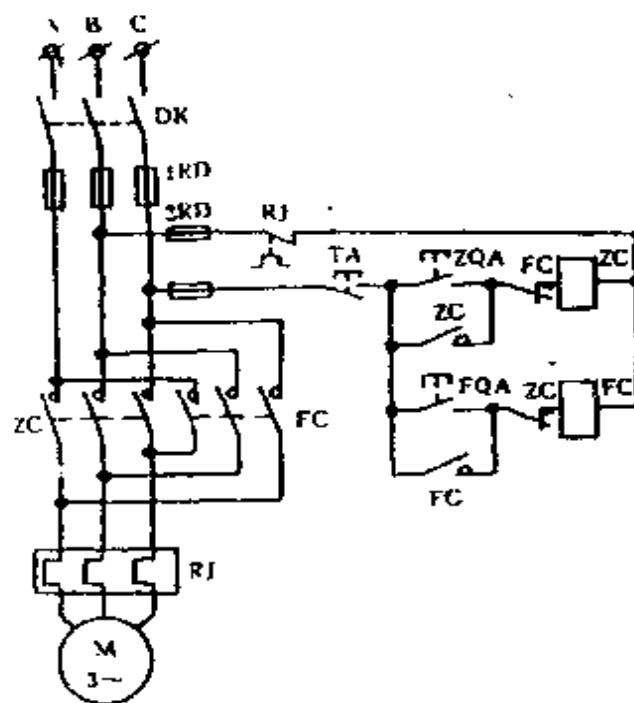
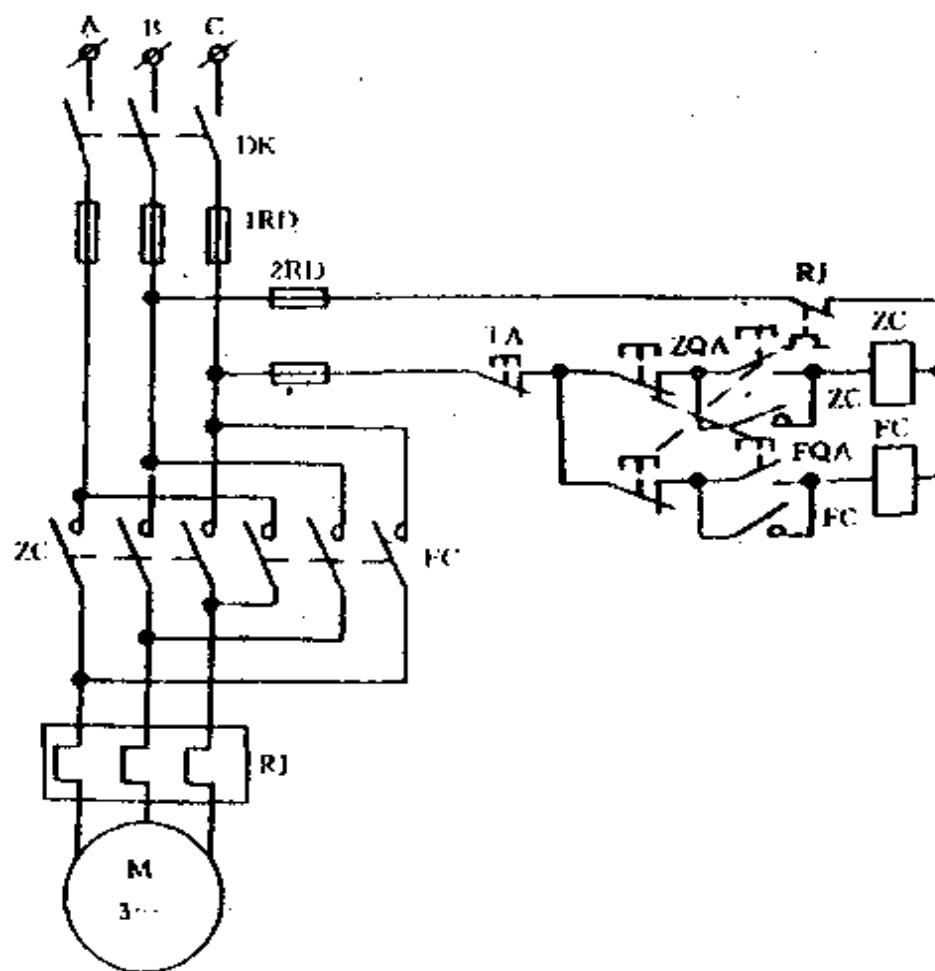

图 70
图 71
(1) 用接触器触头作联锁保护的正反转控制电路。其电路如图 70 所示。按下正转起动按钮 ZQA，主触头 ZC 闭合，电动机正转。按下停止按钮 TA，主触头 ZC 失电断开，
(2) 用按钮作联锁保护的正反转控制电路。电路如图 70 所示。该电路与图 71 比较，只是用复合按钮的常闭触头
(3) 用按钮和接触器双重联锁的控制电路。它把图 70 和图 71 中的“联锁”都保留下来，增加了工作的可靠性。此电路用于频繁操作的电动机控制中。